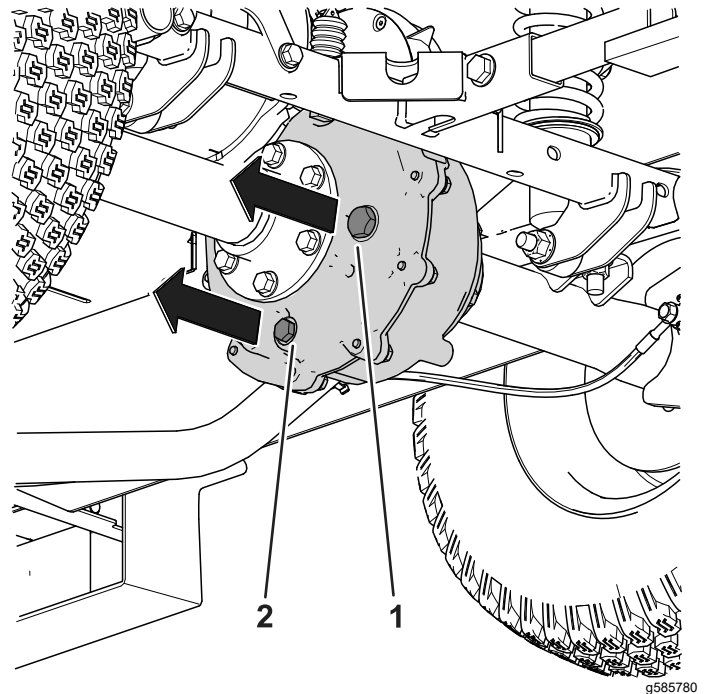

Figure 54
1. Placez un bac de vidange sous le bouchon de la boîte-pont (Figure 54).
2. Enlevez le bouchon de remplissage (Figure 54).